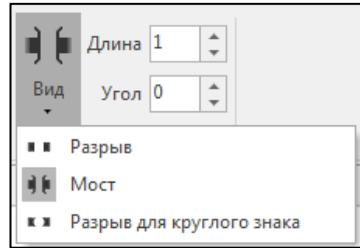

Рис. 6.5
- На участке №2 выделите прямую №3 (согласно табл. 1) и из выпадающего меню **Сегмент** выберите команду **Мост**. Установите параметры моста в соответствии с рис. 6.5.